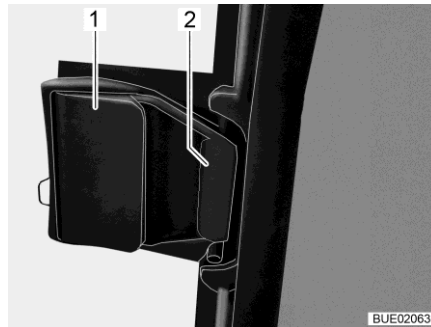

Fig. 118 Fenêtre coulissante, verrouillée
- Tirer sur l'élément de déverrouillage (Fig. 118,1). Le verrou (Fig. 118,2) s'ouvre.